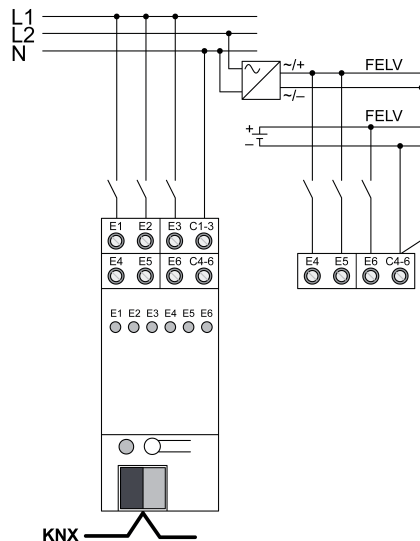

Bild 4: Gemensam anslutning av nät- och klenspännings-strömkretsar
- i** När nätförsörjda strömkretsar ansluts samtidigt gäller installationsreglerna enligt FELV för anslutna klenspänningsströmkretsar - oberoende av strömkällans säkerhet (bild 4).